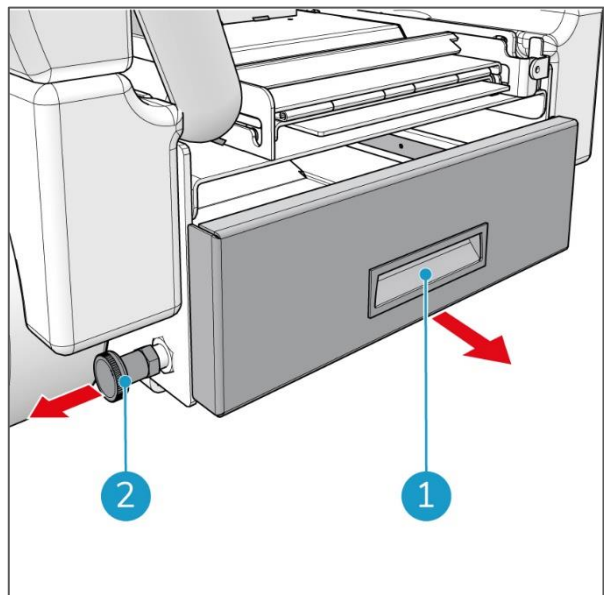

Figura 58
2. Estrarre il perno di bloccaggio sul lato sinistro (Figura 58, pos 2) del vano batteria.
3. Tirare verso fuori il vano batteria utilizzando il manico nero (Figura 58, pos 1), finché non si blocca in posizione.
7. Estrarre il perno di bloccaggio sul lato sinistro (Figura 58, pos 2) del vano batteria.
8. Spingere il vano batteria nell'i-drive® utilizzando il manico nero (Figura 58, pos 1) finché non si blocca in posizione.